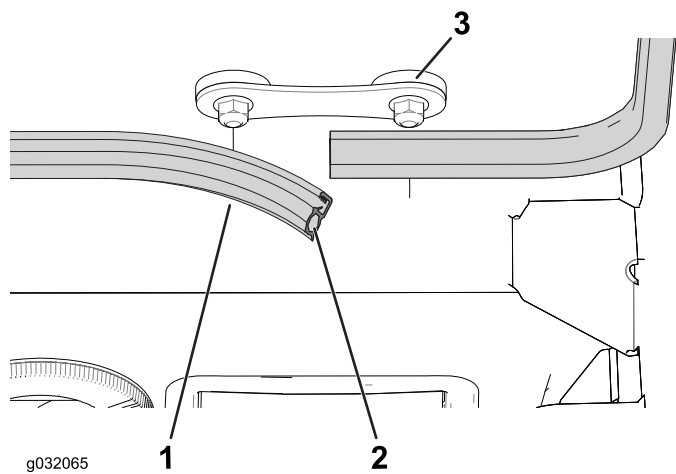

图11
3. 拉下一小段防风雨密封件，露出铰链下的铰接处（图11）。